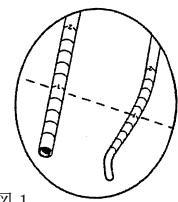

図1
1. 患部（軟部組織）の距離を考慮し、Ultra FAST-FIX デリバリーニードルが軟部組織に深く入り過ぎないようにする為に、ストッパーの役割を果たすFAST-FIX ペネトレーションリミターの長さを調節する。（図1参照）